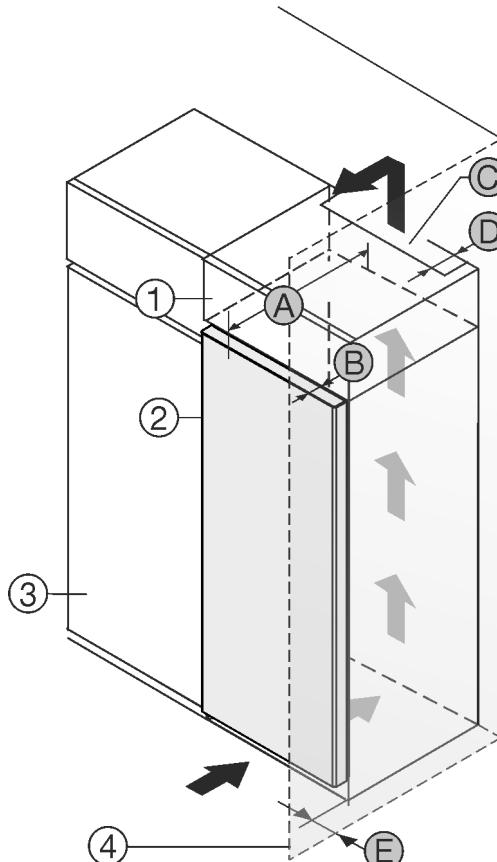

Fig. 1
Uređaj možete postaviti neposredno pored kuhinjskog ormara Fig. 1 (3).*
Na stražnjoj strani visećeg ormara treba postojati otvor za odzračivanje dubine Fig. 1 (D) po cijeloj širini visećeg ormara.*
Ispod stropa prostorije treba poštovati ventilacijski presjek Fig. 1 (C).*
Kada se uređaj postavlja s okovima pored zida Fig. 1 (4), razmak između uređaja i zida mora iznositi najmanje 13 mm.*
Kada se uređaj postavlja s okovima pored zida Fig. 1 (4), razmak između uređaja i zida mora iznositi najmanje 20 mm.*
Kako biste vrata mogli potpuno otvoriti, uređaj mora biti za dubinu vrata Fig. 1 (B) ispred u odnosu na prednjicu kuhinjskog ormara. Ovisno o dubini kuhinjskih elemenata Fig. 1 (3) i uporabi zidnih odstojnika, uređaj može i dalje stršati.*